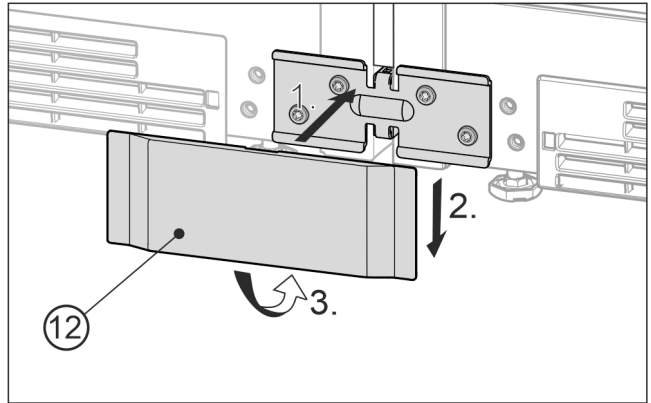

Fig. 24 Représentation à titre d'exemple
- Poser le cache Fig. 24 (12) inférieur de devant sur l'équerre Fig. 24 (1), exercer une pression vers le bas Fig. 24 (2) et encliqueter en bas Fig. 24 (3).